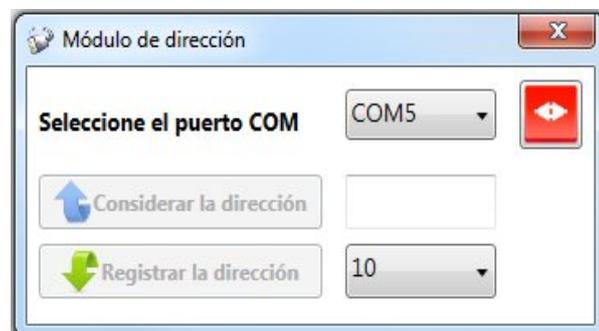

Figura 9. Configuración del “AM-11”
**Los módulos “AM-11” están conectados al bus TAN, cada uno debe tener una dirección única (dirección preestablecida 1). La configuración de los módulos (asignación de las direcciones, ver Figura 9) y la distribución de las zonas por los módulos, se realiza por el programa “Configurator 11”.**